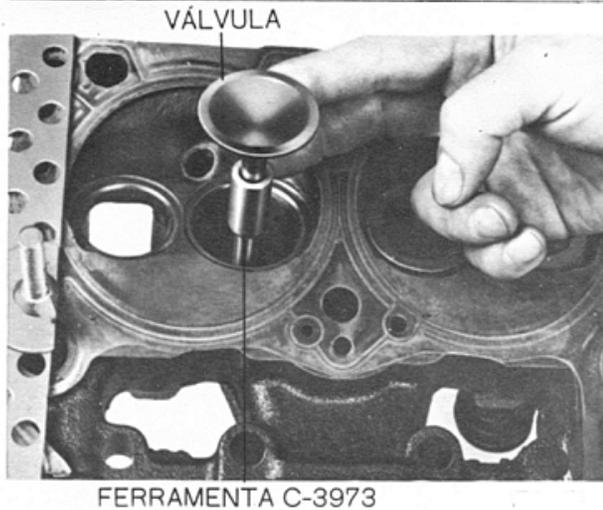

Fig. 5 — Instalação da válvula
- a) Instalar a luva, ferramenta C-3973 na haste (Fig. 5) e instalar a válvula.